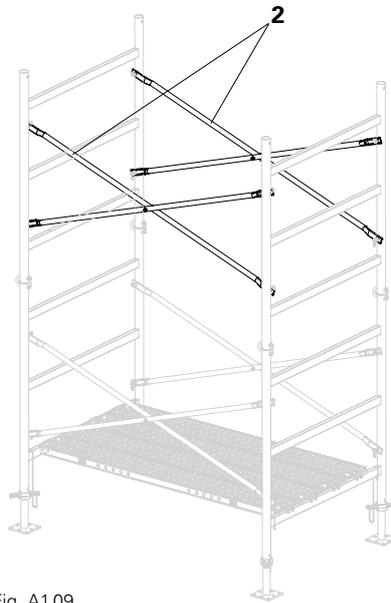

Fig. A1.09
3. Refuerce el nivel usando refuerzos diagonales PD 5 (2). (Fig. A1.09 + Fig. A1.09a)